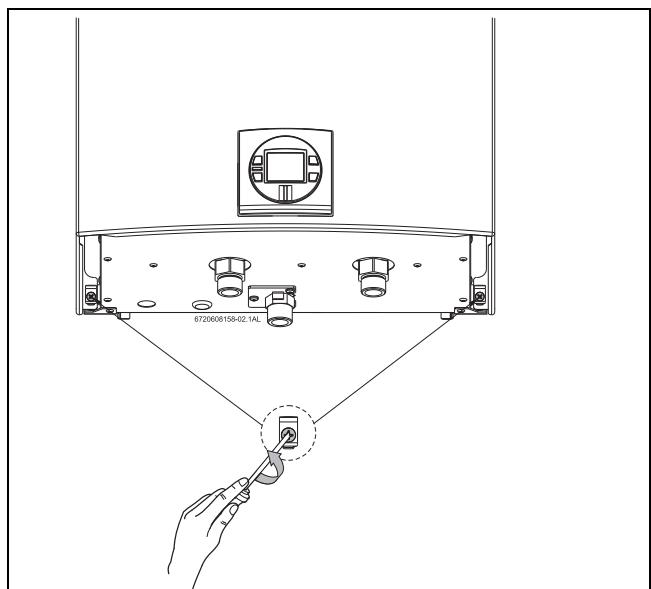

Рис. 1 Ослабьте два винта с крестообразным шлицем
- 3. Ослабьте два винта с крестовым шлицем внизу задней части прибора, см. рис.1.